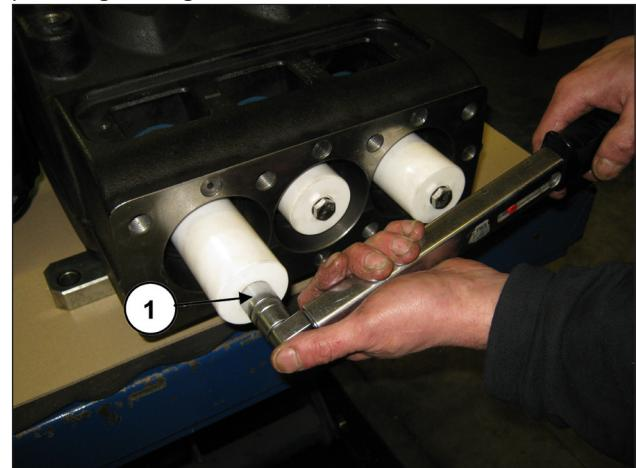

Fig. 152
Provvedere allo smontaggio dei pistoni svitando le viti di fissaggio (pos. ①, Fig. 152).